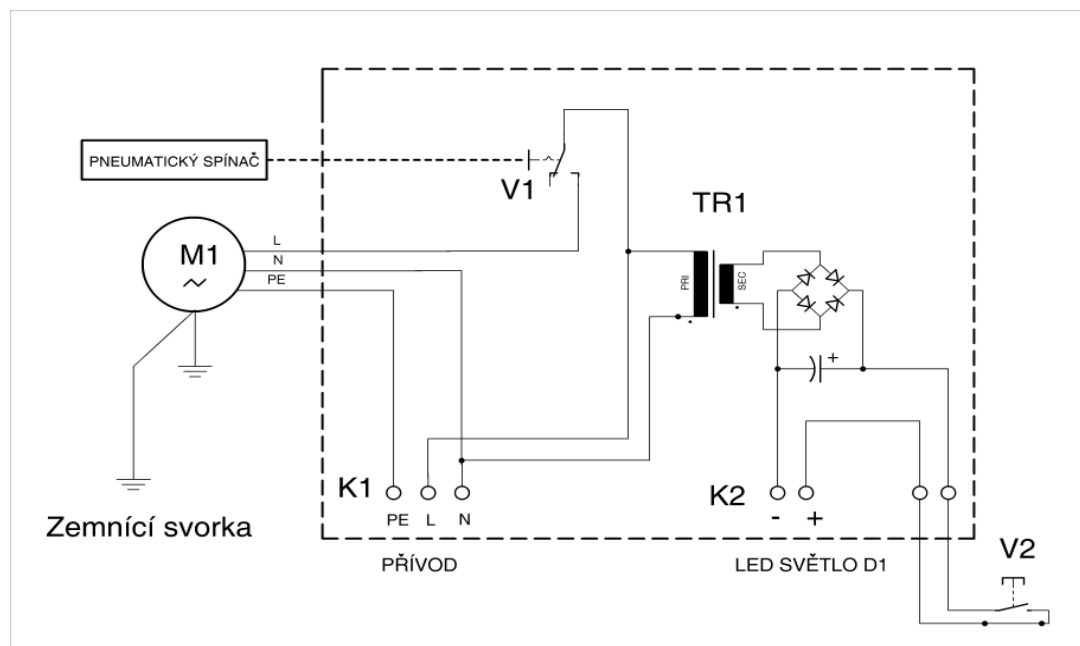

Fig.6
- connexion du câble d'arrivée dans le distributeur de la pompe, voir fig.6.